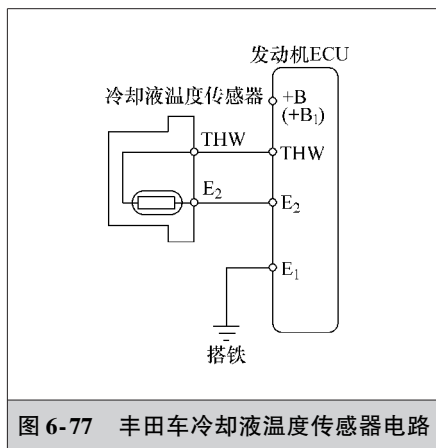

图 6-77 丰田车冷却液温度传感器电路
(2) 检测冷却液温度传感器输出信号电压 装好冷却液温度传感器，将此传感器的导线插接器插好，当点火开关置于 ON 位置时，如图 6-77 所示，在冷却液温度传感器导线插